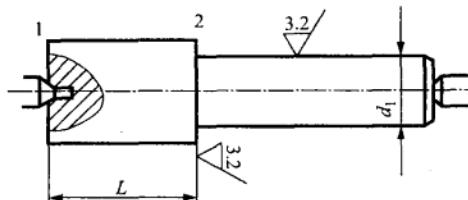

图 1.3 小轴工序图
(2) 图 1.3 为小轴在车床顶尖间加工小端外圆及台肩面 2 的工序图，试分析台肩面 2 的设计基准，定位基准及度量基准。